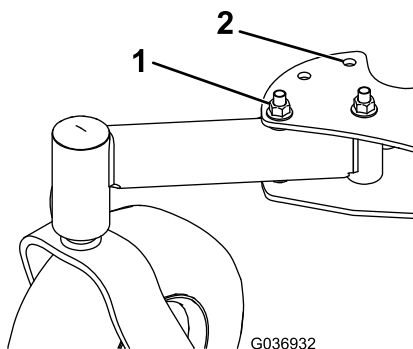

Figura 1
5. Retire los pernos y las tuercas exteriores que sujetan las ruedas giratorias (**Figura 1**).
6. Mueva las ruedas giratorias a la posición trasera y sujételas con los pernos y las tuercas que se retiraron anteriormente (**Figura 1**).